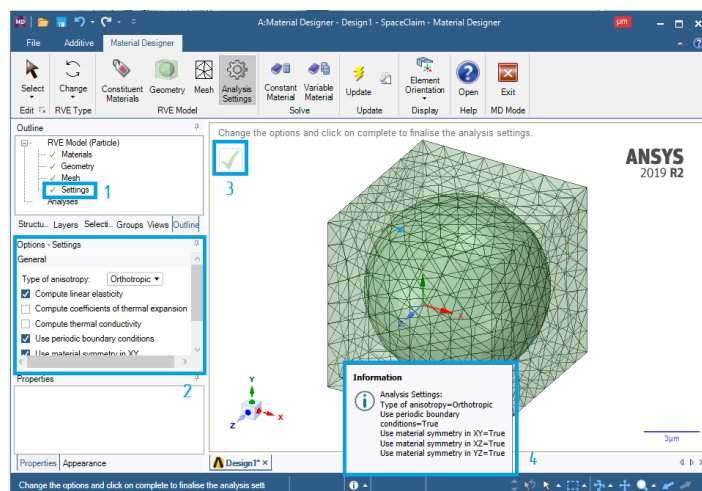

Рис. 11. Выбор характеристик частицы
8. Нажимаем ЛКМ на Settings (1). На панели слева (2) можно выставить интересные настройки анализа объемного элемента модифицированной микроструктуры (рис. 11), но в нашем случае, они остаются без изменения. Нажимаем галочку (3) и видим системное окно, предупреждающее о результатах проведенного анализа (4).